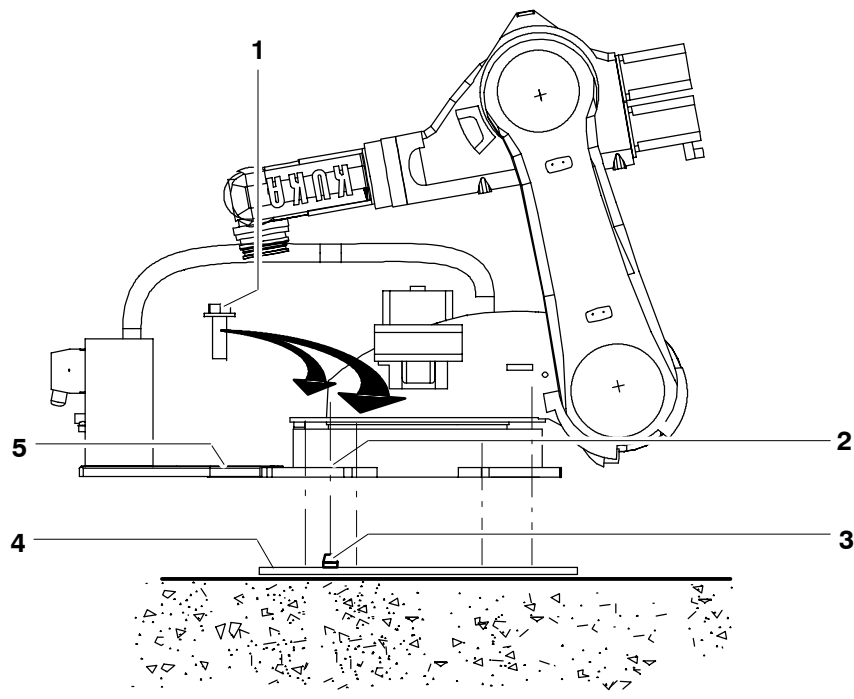

Fig. 66 Montage du manipulateur au sol
- (4) Descendre le manipulateur verticalement (Fig. 66/5) sur la fixation de la fondation (4). Si le manipulateur est posé à l'aide d'un dispositif de levage, il est impératif qu'il soit exactement à la verticale pour empêcher un endommagement des boulons.